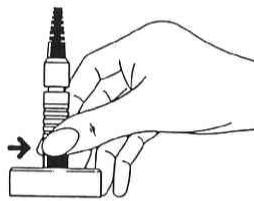
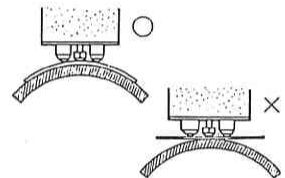

図3
図4
(1) 素材の材質が鉄であることを確認してください。
(2) プローブ先端のチップを傷つけると正しい測定ができないため、プローブを測定面にあてる場合は叩き付けたり、横にずらしたりしないようにしてください。
(3) 標準板が傷ついたり折れ曲がった場合は、新しいものに取り替えてください。
(4) 計器の精度保持のため、少なくとも年1回の点検が必要です。
(5) ゼロ調整、標準調整は測定対象物の形状に合わせて行ってください。(図3、図4)